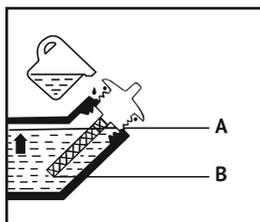

Рис. 4
- Проверить уровень по метке **A** на щупе (рис.4).